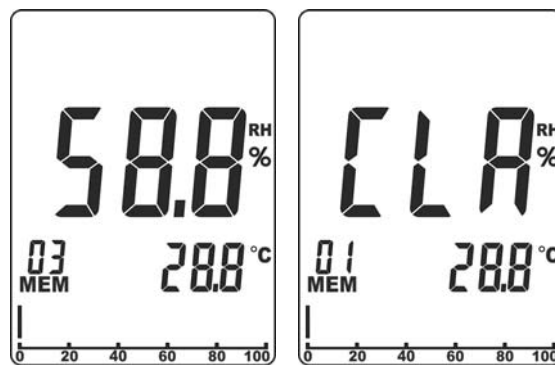

Fig. 4: Cancellazione memoria interna
1. Premere simultaneamente i tasti ◀ e ▶. L'indicazione della locazione di memoria attuale (vedere Fig. 4 – parte sinistra) lampeggia a display
2. Premere simultaneamente i tasti ◀ e MEM/ALM per almeno 3s. Il messaggio “CLR” compare a display e automaticamente la locazione di memoria è riportata al valore “01” (vedere Fig. 4 – parte destra)